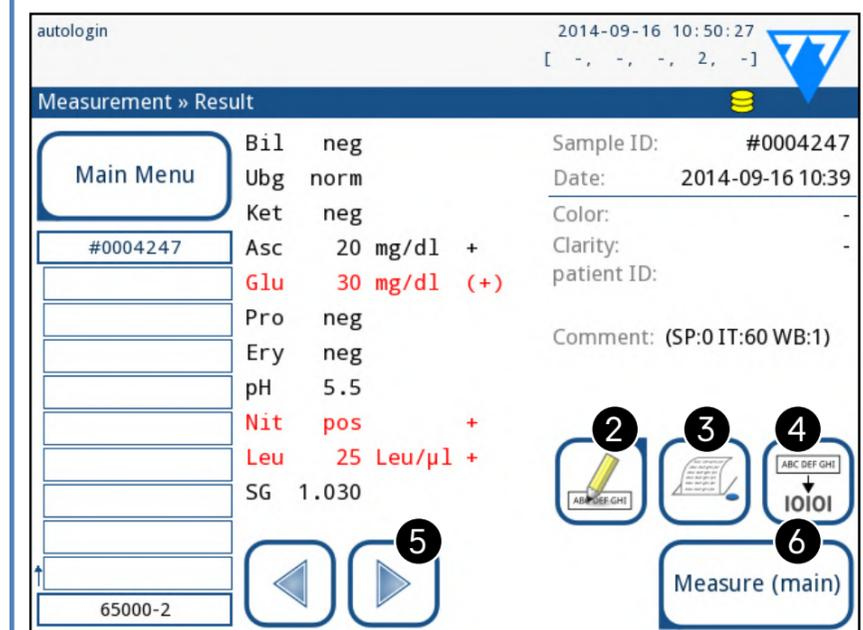
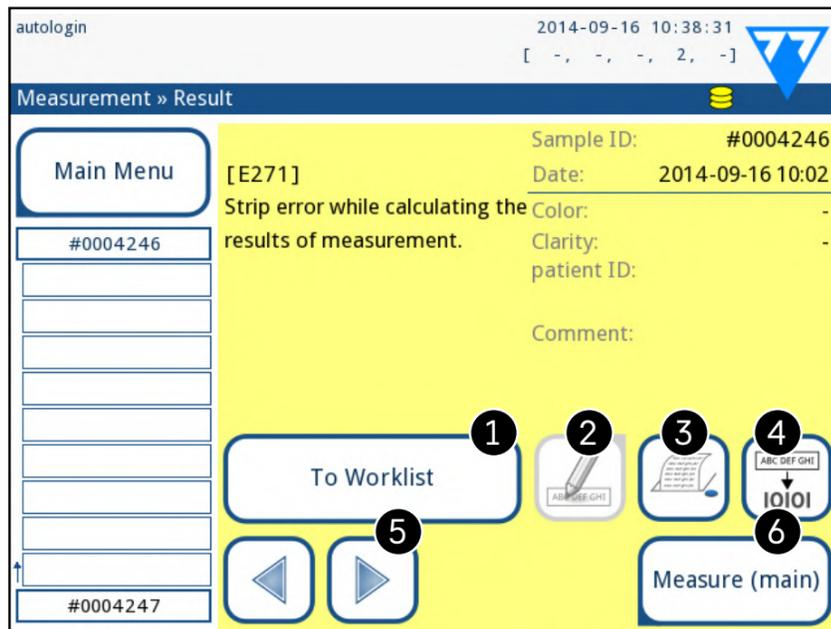

Figura 25: Il menu Ultimo risultato (Last Result)
Figura 26: Il menu **Ultimo risultato (Last result)** che mostra la registrazione di una misura non riuscita
**Legenda della Figura 25 e della Figura 26:**